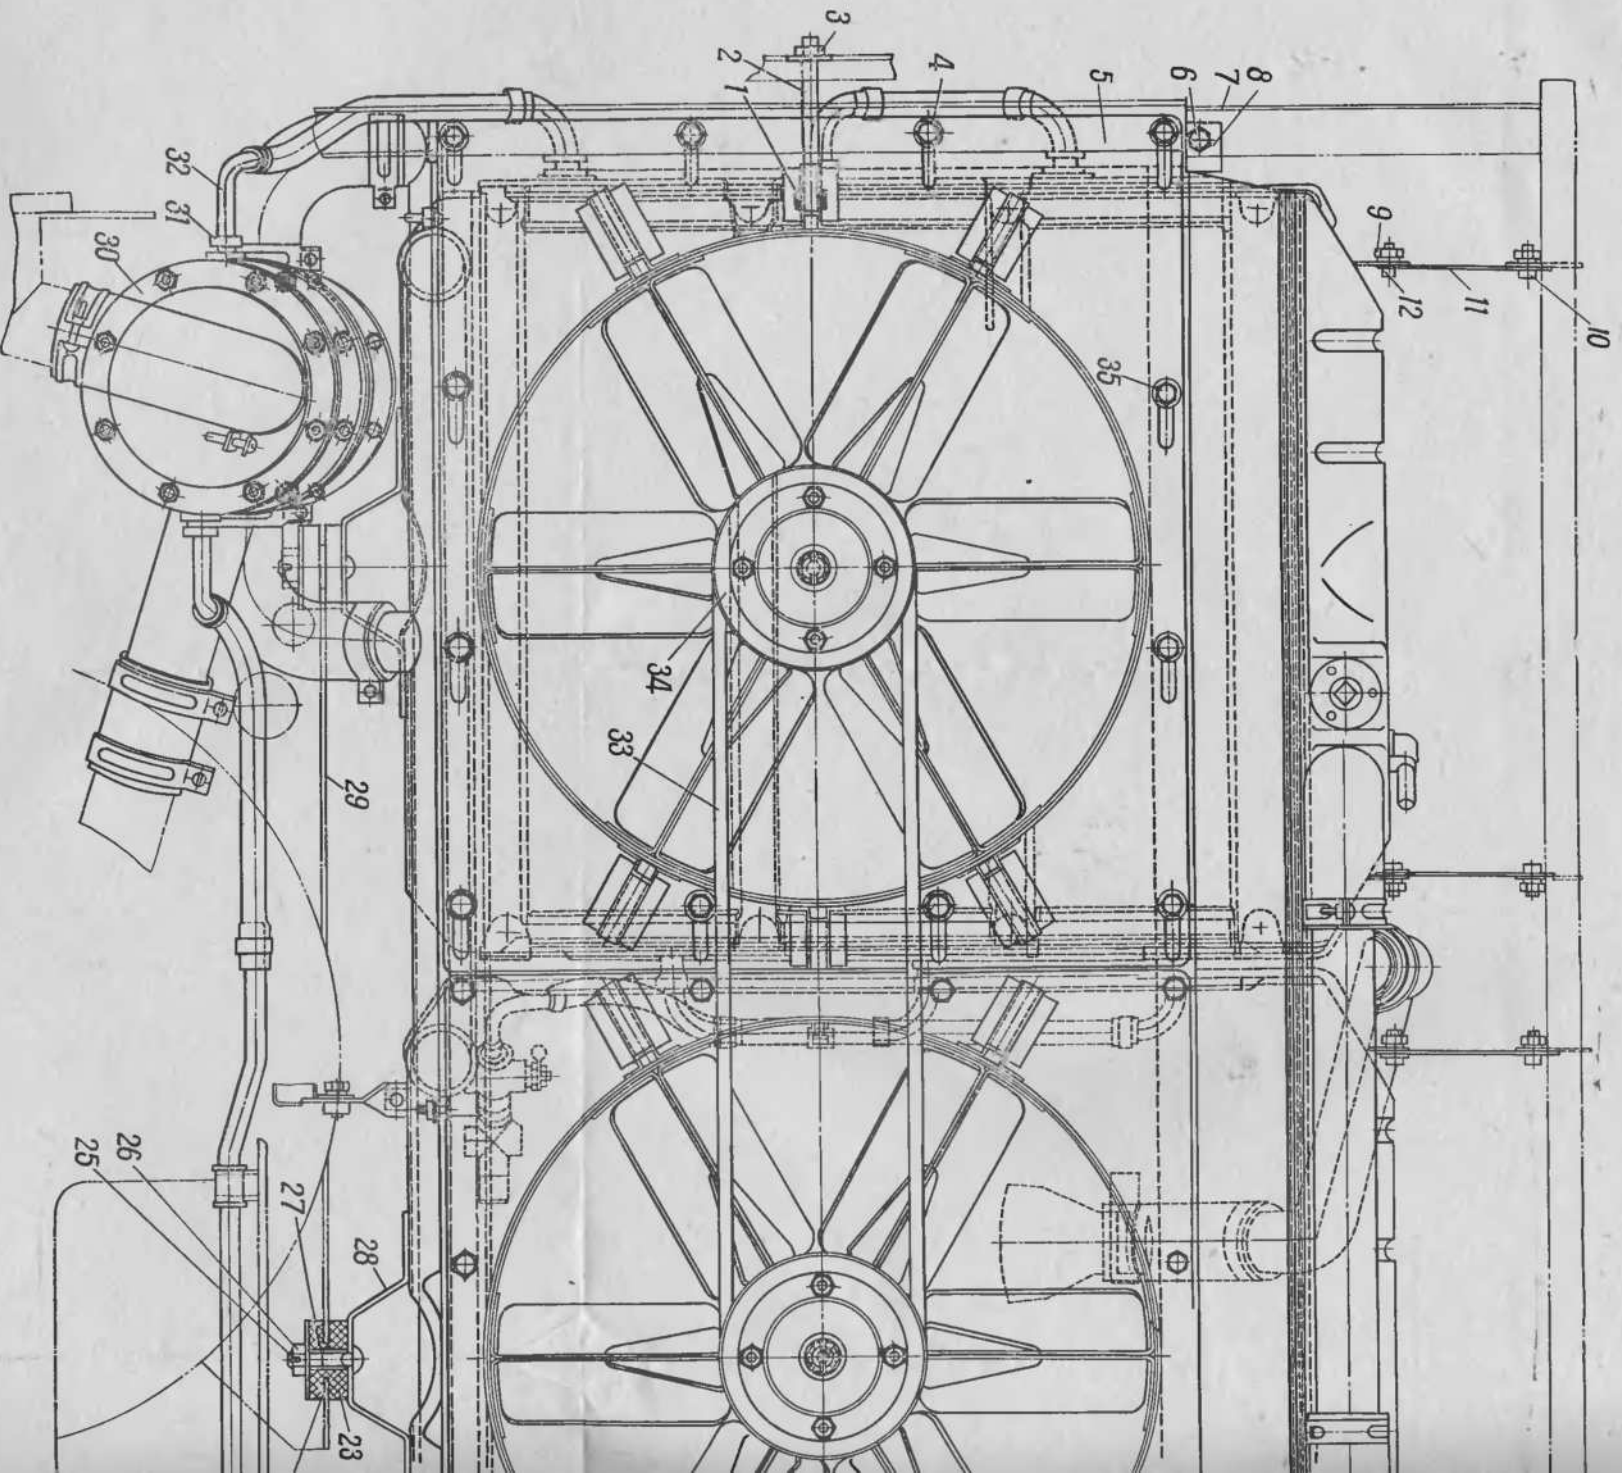
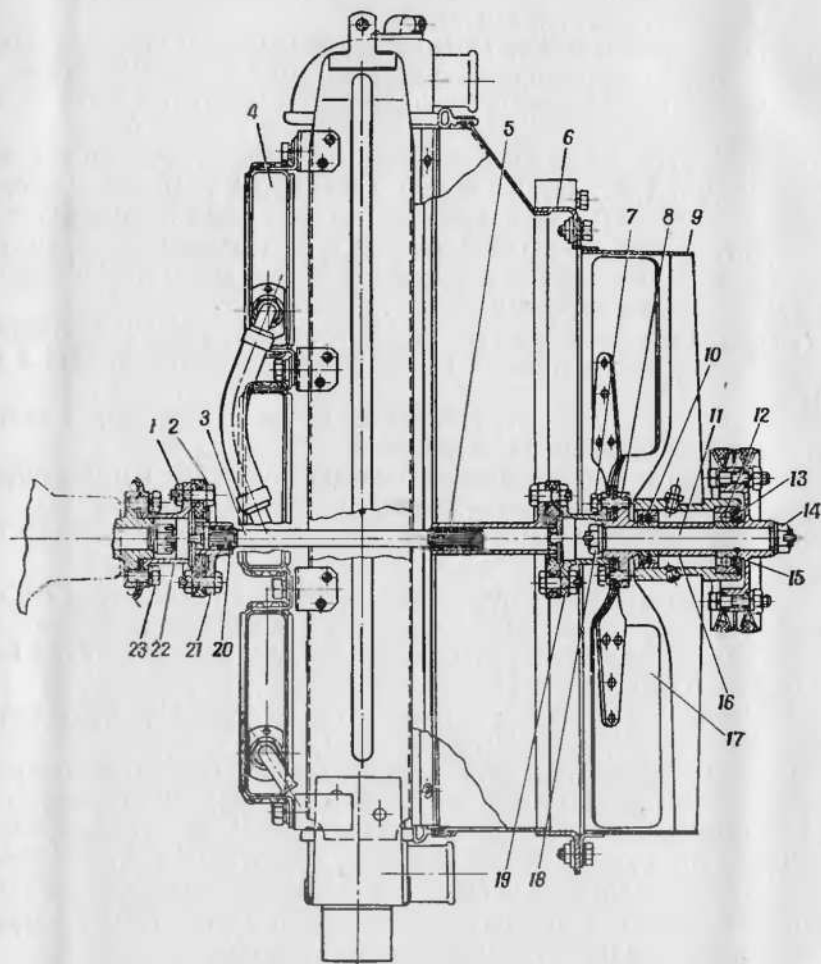

Рис. 43. Установка радиаторов:
Рис. 44. Установка вентиляторов:
6. Отвернуть гайки, вынуть болты и отсоединить планки 11 (рис. 43) крепления левого радиатора.
8. Ослабить натяжение тяги 2 (рис. 43) гайкой 3. Расшплинтовать, вынуть палец 1 и отсоединить тягу 2 от кожуха 5 левого вентилятора.
12. Расшплинтовать, отвернуть гайку 26 (рис. 43) крепления левого водяного радиатора к опоре 29, снять шайбу и нижнюю подушку 24.
масляным радиатором через люк под крышкой 6, вынуть верхнюю подушку 23 (рис. 43) с втулкой 27 и вынуть болт 25.
2. Через люк под крышкой 6 (рис. 17) опустить левый водяной радиатор в машину. Вставить болт 25 (рис. 43) в отверстие кронштейна 28, надеть на болт верхнюю подушку 23 в сборе с втулкой 27 и установить радиатор на опору 29.
5. Присоединить трубку 32 (рис. 43) к теплообменнику и закрепить ее гайкой 31.
6. Через люк под задней крышкой 12 (рис. 17) опустить в машину рамку 8 (рис. 43) в сборе с кожухами 5 и 20 вентиляторов и вентиляторами 21 и 34, направляя шлицы валика 3 (рис. 44) привода вентилятора в скользящую вилку 5, прикрепить рамку 8 (рис. 43) к левой и правой стойкам 7 и 17 болтами 6 и 19 с плоскими и пружинными шайбами.
Присоединить гофрированный отводящий шланг нагнетателя к патрубку рамки 8 (рис. 43) и закрепить его стяжным хомутом. Установить воздухоотводящий кожух. Закрепить крышку 12 (рис. 17) заднего люка.
9. Открыть крышку 6 люка над двигателем. Присоединить водяной радиатор к планкам 11 (рис. 43) и закрепить болтами 12 с гайками и плоскими и пружинными шайбами. Затянуть гайки болтов 10 крепления планок 11.
5. Отвернуть гайки, вынуть болты и отсоединить планки 14 (рис. 43) крепления правого радиатора, вынуть шплинт 20 (рис. 44) и отсоединить валик 3 привода вентилятора от вилки 21.
8. Расшплинтовать, отвернуть гайку 26 (рис. 43) крепления правого водяного радиатора к опоре 29, снять шайбу, снять нижнюю подушку 24.
11. Закрыть заднюю крышку 12 (рис. 17) и открыть крышку 6 люка над двигателем. Снять правый водяной радиатор вместе с передней опорой привода пусковой рукоятки. Вынуть верхнюю подушку 23 (рис. 43) с втулкой 27 и вынуть болт 25.
1. Через люк под крышкой 6 (рис. 17) опустить правый водяной радиатор в машину. Вставить болт 25 (рис. 43) в отверстие кронштейна 28, надеть на болт верхнюю подушку 23 в сборе с втулкой 27, а валик передней опоры привода пусковой рукоятки пропустить в отверстие между кронштейном 28 и нижним бачком радиатора.
6. Установить валик 3 (рис. 44) привода вентилятора, присоединить его к вилке 21 и закрепить шплинтом 20.
8. Открыть крышку 6 (рис. 17) люка над двигателем. Присоединить правый водяной радиатор к планкам 14 (рис. 43) и закрепить болтами 13 с гайками и плоскими и пружинными шайбами. Затянуть гайки 16 болтов 15 крепления планок 14.
2. Расшплинтовать, вынуть шплинт 20 (рис. 44) крепления валика 3 привода вентилятора.
7. Вывернуть болты 7 (рис. 44) крепления вентилятора к ступице 8, снять вентилятор и снять фланец 19 в сборе со скользящей вилкой 5.
7. Установить воздухоотводящий кожух, закрыть заднюю крышку 12 (рис. 17) и открыть крышку люка над двигателем. Вставить валик 3 (рис. 44) привода вентилятора, направляя шлицевый конец валика в шлицевое отверстие скользящей вилки 5.